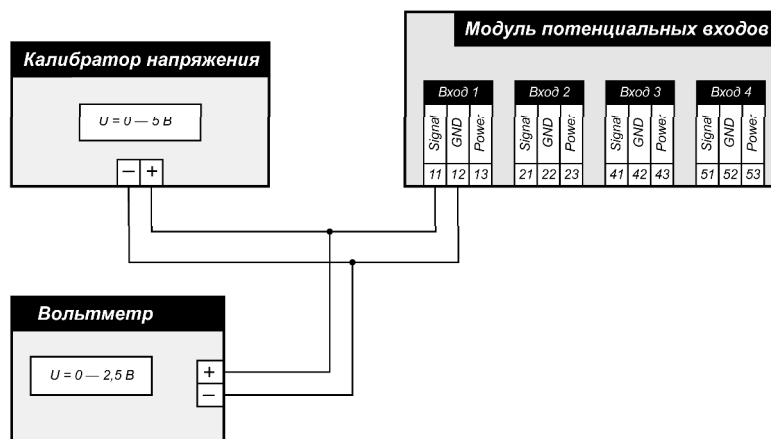

Рисунок 2 Схема проверки потенциальных входов
6.4.1 При проверке потенциальных входов используется схема соединения оборудования показанная на рис. 2.